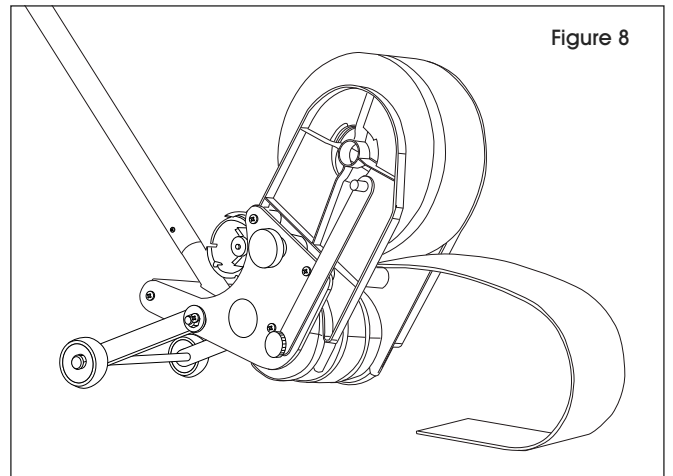

Figure 8
1. Apply tape to floor in front of applicator. (See Figure 8)
- Appliquez le ruban adhésif sur le sol au devant de l'applicateur. (Voir Figure 8)